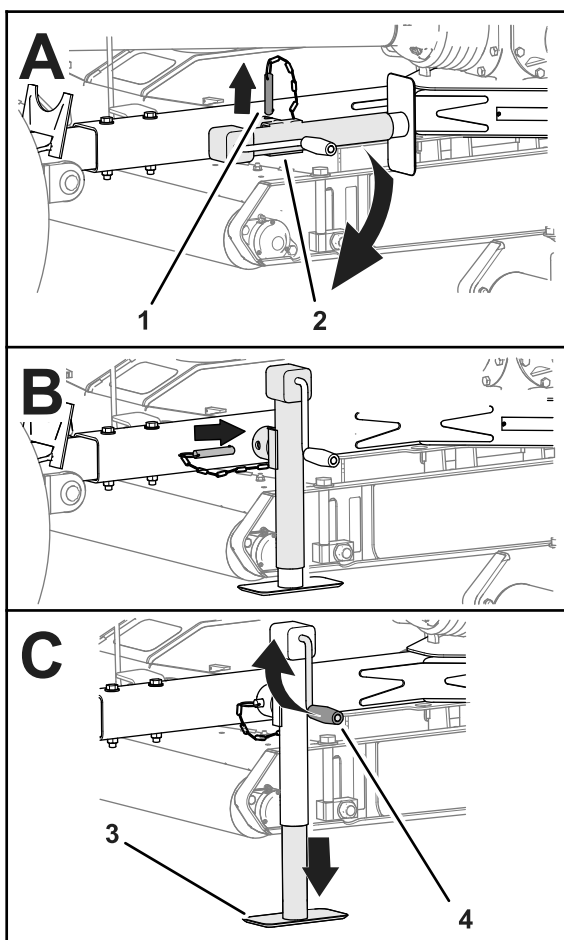

Рисунок 23
3. Извлеките штифт и поверните домкрат буксировочной штанги вертикально (Рисунок 23).
4. Совместите отверстие в буксировочной штанге с отверстием в домкрате (Рисунок 23).
5. Вставьте штифт в отверстия буксировочной штанги и домкрата (Рисунок 23).
2. Вращайте рукоятку домкрата так, чтобы полностью поднять опорную плиту домкрата; см. Рисунок 23 в разделе Удерживание газонокосилки на домкрате \(страница 19\).